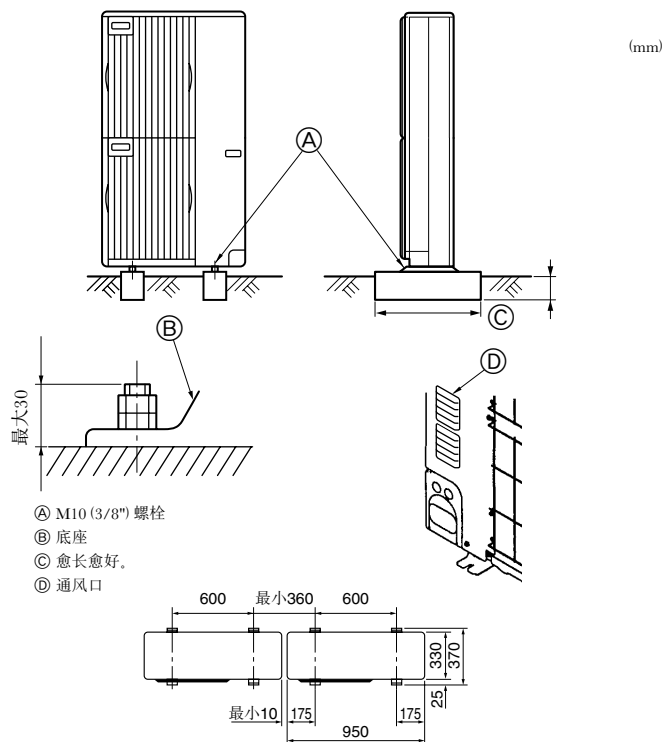

Fig. 3-1
- 请将机组安装于稳固、水平的表面上，避免运作时发出噪声。(Fig. 3-1)